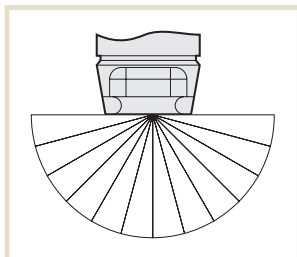

Рис. 30:
- Приточная воздушная струя должна подаваться в рабочую зону совершенно беспрепятственно, поэтому следует предусмотреть при расположении агрегатов отсутствие каких-либо преград в зоне непосредственного воздухораспределения (см. Рис. 30).